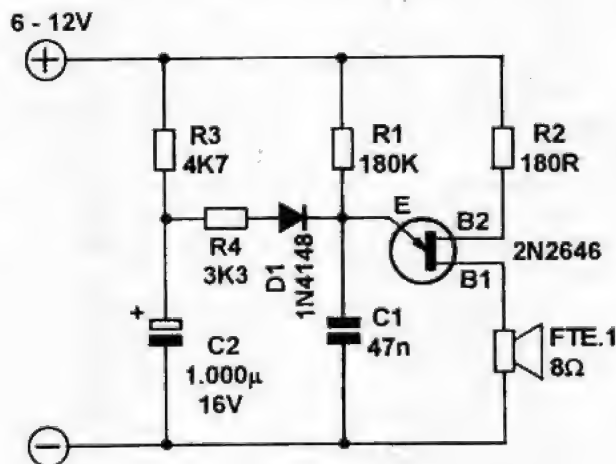

Fig.7
- FIG. 7 - Graças às características de funcionamento do TUIJ, não é difícil modular ou controlar o funcionamento e a frequên-